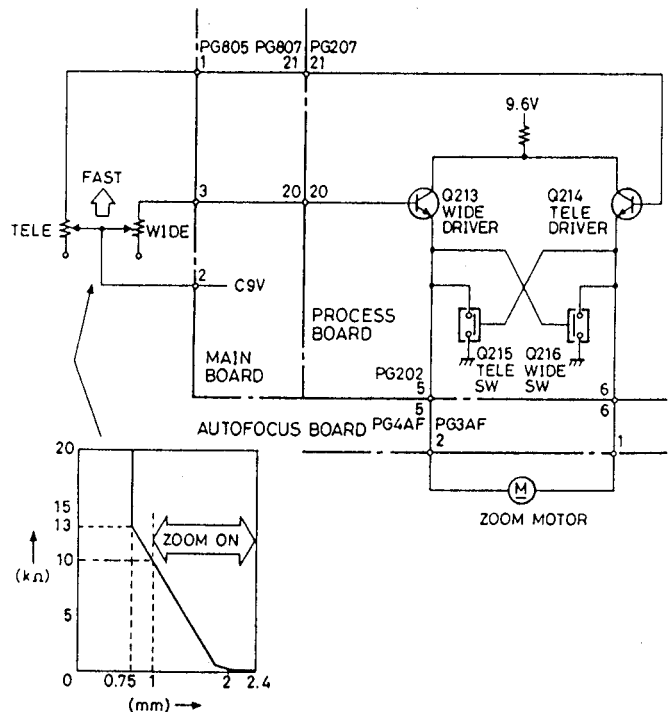

Abb. 2-19 Zoomregelungs-Schaltkreis
9. Zoommotor-Treiberschaltkreis (Abb. 2-19)